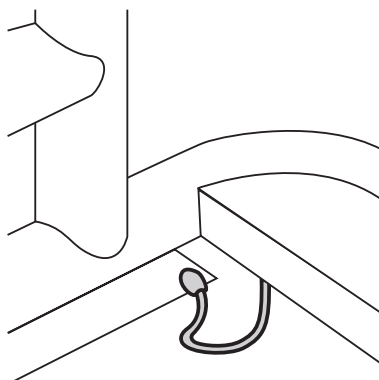

Fig.13: Connexion de l'équipement à la prise équipotentielle.
- Veillez à connecter correctement la prise équipotentielle à la structure de l'appareil (Voir Fig.13).